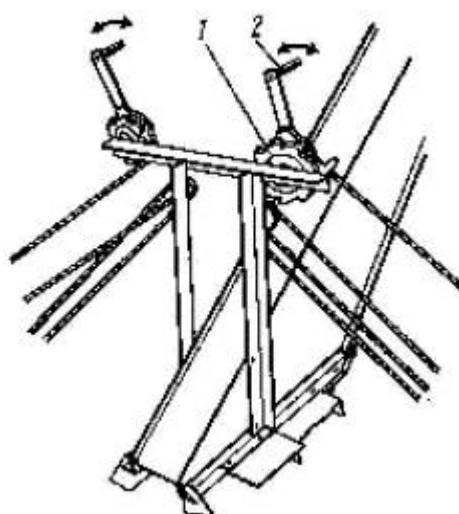

Рис. 17 Подъем питателя загрузчика
7.3.2. Положение питателей загрузочного транспортера (рис. 17) регулируется с помощью лебедок 1 рукоятками 2. В рабочем положении питатели должны быть опущены так, чтобы прорезиненная кромка, щитка касалась поверхности тока по всей длине.